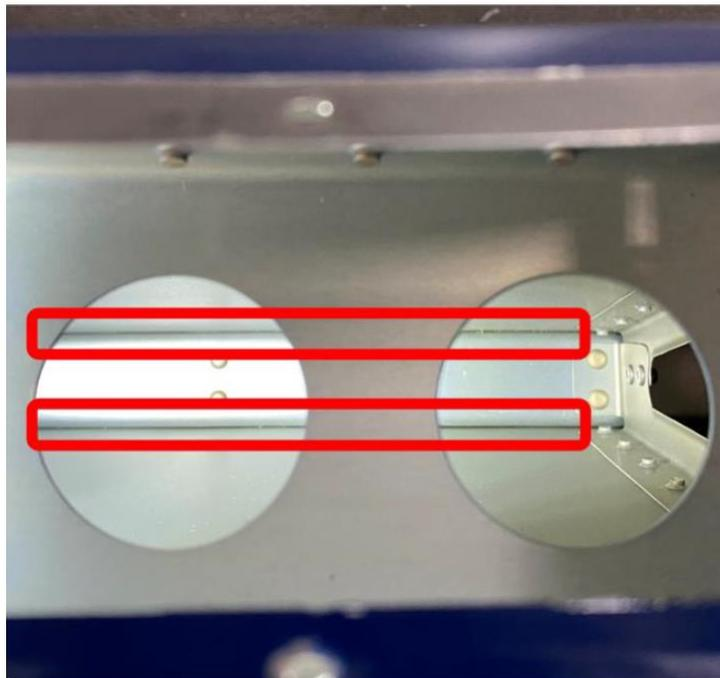

FIGURA 6: REGIÃO A SER ASPIRADA E LIMPA
Passo 10: Fixe o tubo na extremidade da mangueira do aspirador de pó e vedar a abertura com fita adesiva. Use-o para aspirar a região onde os revestimentos se encontram com a longarina traseira. Consulte a Figura 6.